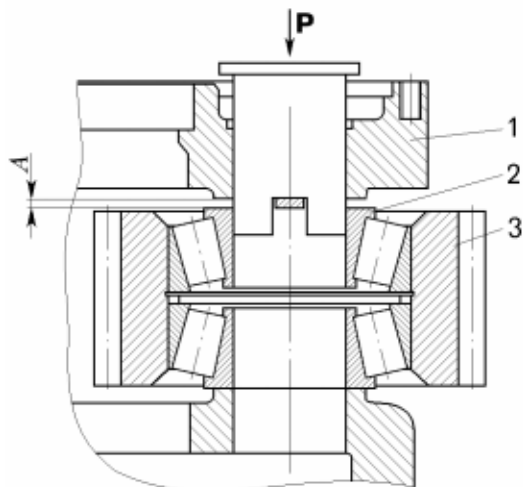

Рисунок 7.10 – Регулировка подшипников сателлитов второго ряда:
- собрать сателлиты второго ряда (рисунок 7.10), установив в сателлит 3 стопорное и дистанционное кольца и запрессовав подшипники 2 до упора в кольца, предварительно смазав маслом сопрягаемые поверхности сателлита;
- произвести регулировку осевых зазоров подшипников сателлитов (смотри рисунок 7.10);